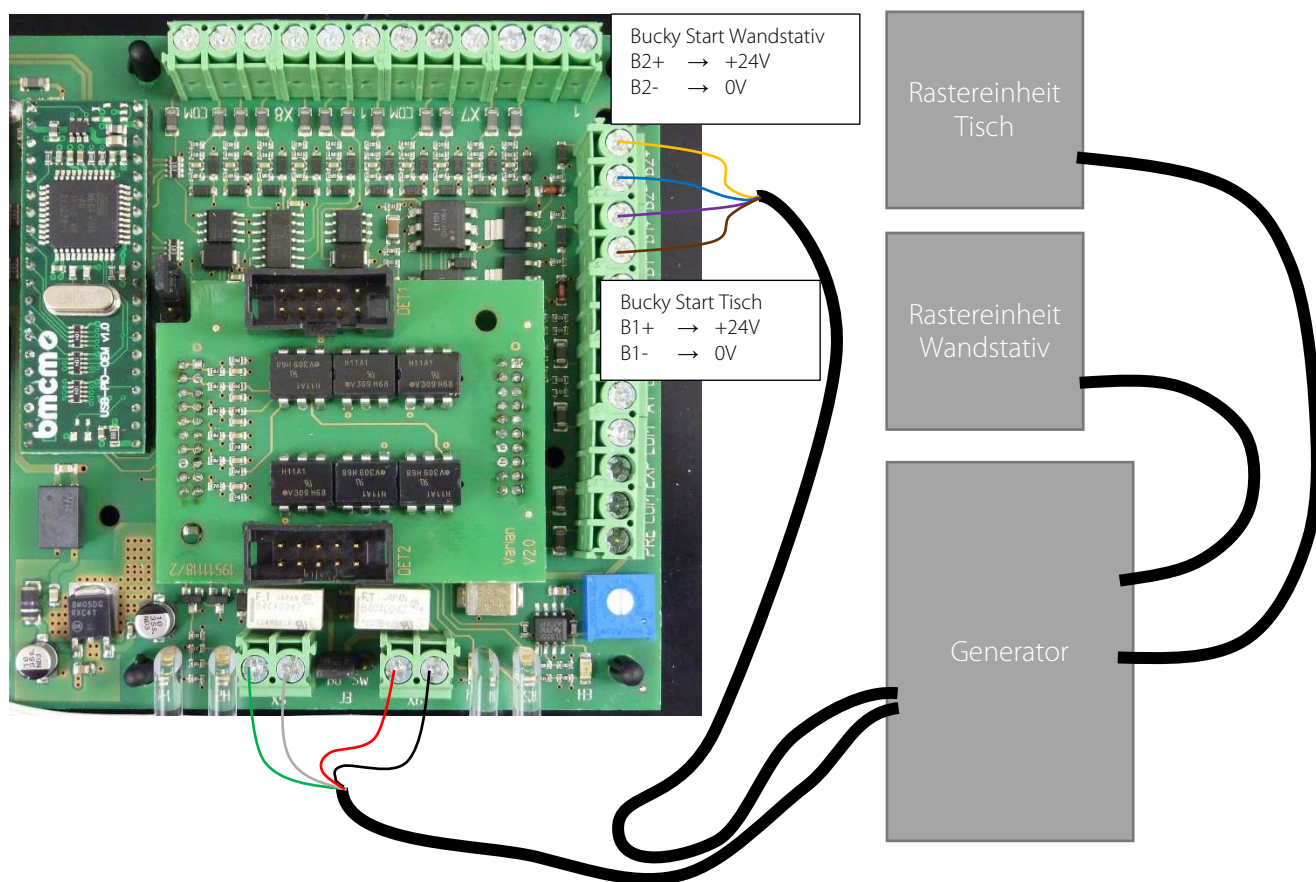

Bild 1: Generatorverbindung (allgemein)
- Die Anschlussvarianten sind in den nachfolgenden Bildern beschrieben. Bild 1 und Bild 2 sind je nach Generatoranbindung zu wählen. Bild 3 zeigt den Anschluss des Handschalters direkt an der INTERFACE BOX.